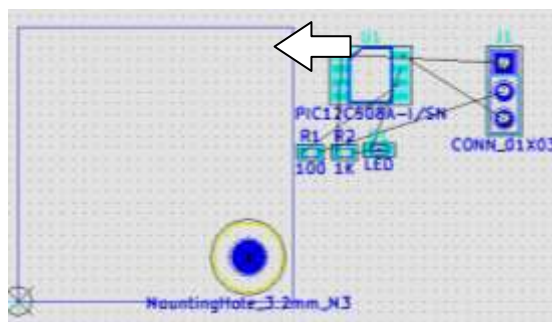

図 10-10
(10) 部品配置
- ① 基板外形枠内にフットプリント（部品）を移動配置します。図 10-10
- ② フットプリントの移動、回転等には回路図エディタの編集機能がレイアウトエディタでも使えます。ドラッグ（ショートカット G）と回転（ショートカット R）を用います。
- ③ ラッツネスト（フットプリントを結んでいる細い線）を見ながら、フットプリントの移動・回転を行い、実際の配線ができるだけ簡単になるようにフットプリントを配置します。